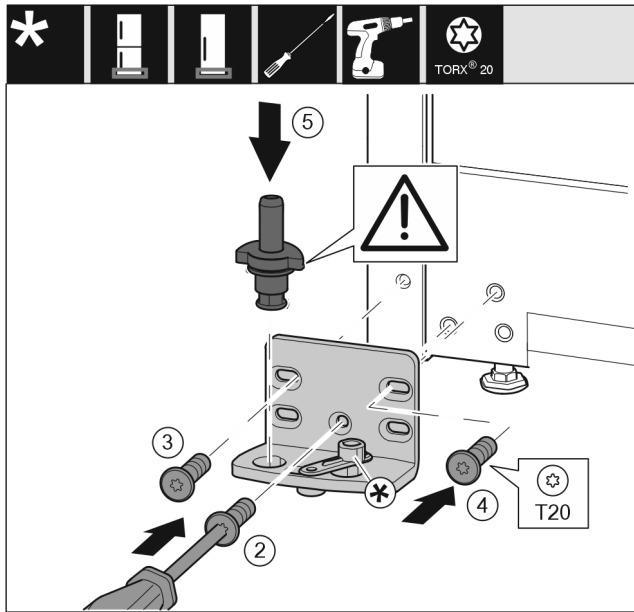

Fig. 34
- ▶ Placer le support de palier de l'autre côté et le visser avec un tournevis. Commencer par la vis Fig. 34 (2) en bas au milieu.
- ▶ Serrer la vis Fig. 34 (3) et la vis Fig. 34 (4).
- ▶ Insérer complètement l'axe de palier Fig. 34 (5). Veiller à ce que l'ergot soit orienté vers l'arrière.
- ▶ Placer le support de palier de l'autre côté et le visser avec un tournevis. Commencer par la vis (2) en bas au milieu.
- ▶ Serrer la vis (3) et la vis (4).
- ▶ Tourner la liaison de l'amortisseur de fermeture (5) de 180°. Le visser de l'autre côté du support de palier avec un tournevis.
- ▶ Insérer complètement l'axe de palier (6). Veiller à ce que l'ergot soit orienté vers l'arrière.